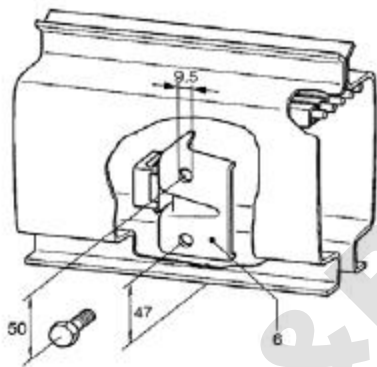

图 10
- 如果 JK BK II-R 内置滑触线轨道内需要安装一个内置缓冲器，则它必须安装在轨道侧面。在轨道侧面的垂直方向钻两个直径为 9.5mm，孔间距 50mm 的孔，缓冲器必须与轨道踏面接触以确保距滑触线有足够的空间。（见图 10）